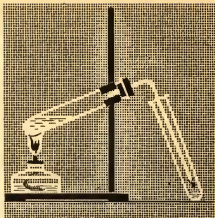

Рис. 62. Получение уксусной кислоты.
1. Поместите в пробирку 3—4 г ацетата натрия и прибавьте примерно 2—3 мл раствора серной кислоты (1:1). Пробирку закройте пробкой с газоотводной трубкой, свободный конец которой опустите в пустую пробирку (рис. 62). Нагревайте смесь веществ на пламени до тех пор, пока в пробирке-приемнике соберется 1—2 мл жидкости. Обратите внимание на запах уксусной кислоты.